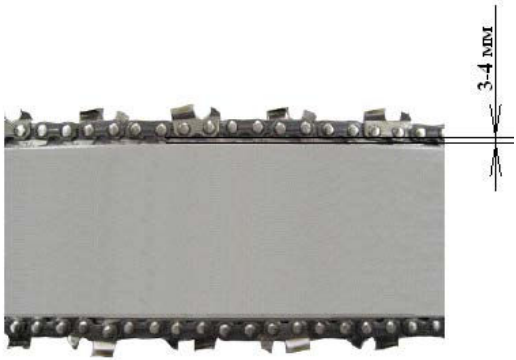

Рис. 5. Регулировка натяжки цепи
- после регулировки, не снимая перчаток, взять цепь за зубья в верхней, средней части шины и потянуть вверх. Свободный ход цепи должен быть примерно ~3-4 мм, см. рис.5, если меньше — цепь перетянута, больше — недотянута, при этом сама цепь должна свободно перемещаться рукой относительно шины и точно входить в зацепление с зубцами звездочки.